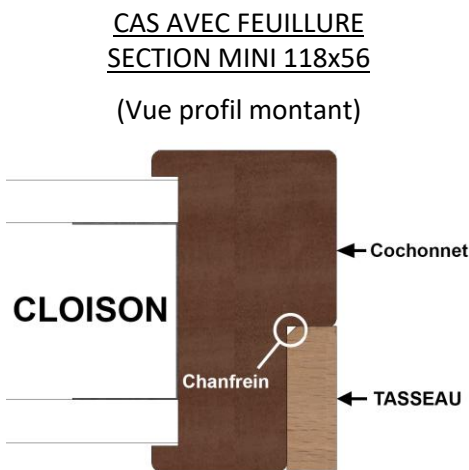

Figure 1
5.3.1.1. CAS AVEC FEUILLURE OU FEUILLURE ET CONTRE FEUILLURE SUR MONTANTS ET TRAVERSE (SECTION MINI 118x56) - figures 1 & 2 -
- **Tasseau dans feuillure/contre feuillure :** Retirer le film adhésif du double-face et positionner le tasseau d'habillage de manière à avoir le chanfrein en fond de feuillure (voir **figures 1 & 2** à la page 9).
- **Tasseau dans feuillure/contre feuillure :** Retirer le film adhésif du double-face et insérer le tasseau d'habillage entre les deux autres tasseaux déjà en place sur les montants, côté double face contre le cochonnet de la traverse de l'huissérie existante (voir figures 1 & 2 à la page 9).
*(voir **Figures 1 à 5** à la page 9)